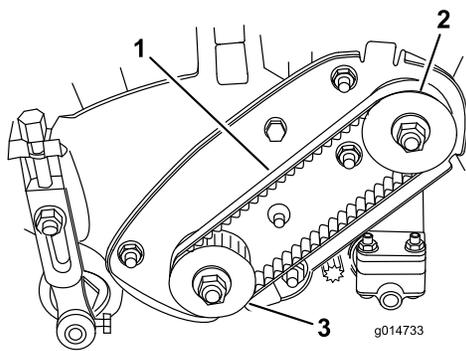

Figure 37
2. Contrôlez la tension de la courroie en exerçant une force de $1,8 \pm 0,5$ kg à mi-distance entre les poulies (Figure 37). La courroie doit présenter une flèche de 4,8 à 7,9 mm. Si ce n'est pas le cas, passez à l'étape suivante.